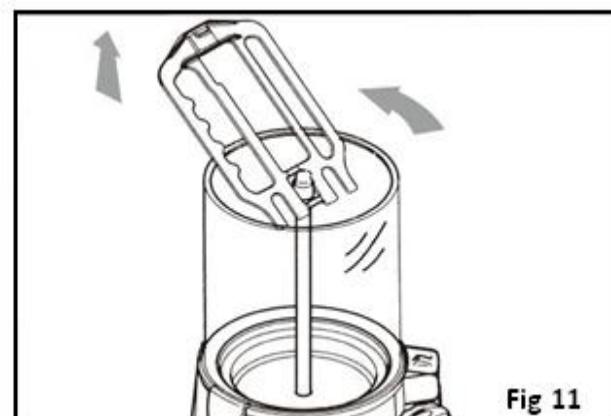

Fig 11
- Inclinez la lame de mélange et faites-la glisser vers le haut, tel qu'illustré en Fig. 11, pour la retirer complètement.